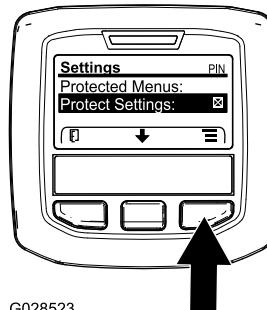

Bild 14
1. Navigieren Sie vom Hauptmenü mit der mittleren Taste auf das Menü EINSTELLUNGEN und drücken Sie die rechte Taste (Bild 14).